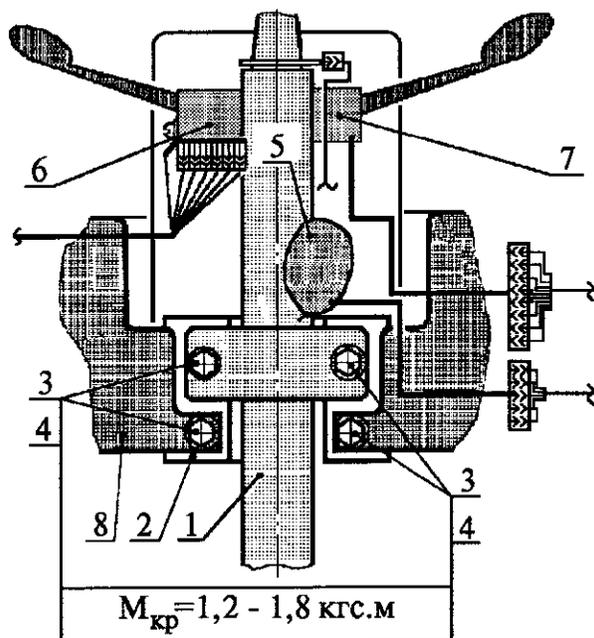

Рис. 27. Крепление панели приборов и рулевой колонки:
5.12. Подсоединить панель 8 (рис. 27) приборов и рулевую колонку 1 к кронштейну 2 в последовательности, обратной отсоединению (см. пп. 4.17, 4.18), при этом руководствоваться следующими техническими требованиями: